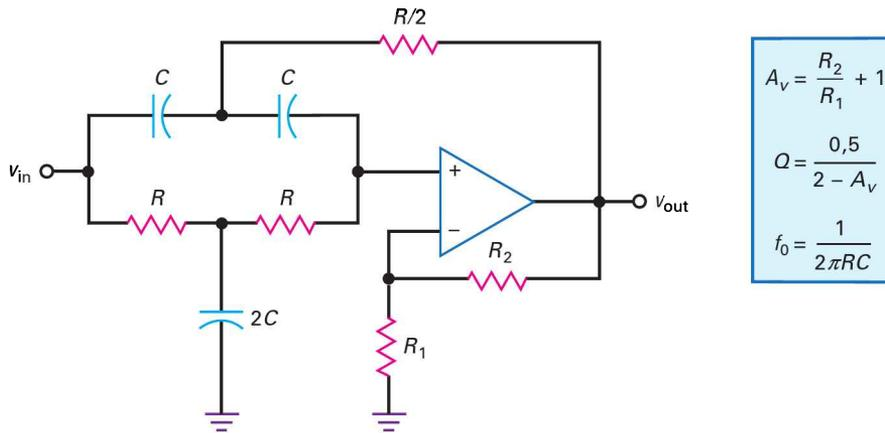

Figure 19.43
La figure 19.43 représente un **filtre Sallen-Key supprimeur du deuxième ordre** et ses relations. Aux basses fréquences, tous les condensateurs sont des circuits ouverts et la totalité du signal atteint l'entrée non inverseuse. Le circuit a un gain en tension dans la bande passante égal à :
Quelles sont les valeurs du gain en tension, de la fréquence centrale, et du coefficient Q pour le filtre coupe-bande représenté par la figure 19.43 si $R = 22 \text{ k}\Omega$; $C = 120 \text{ nF}$; $R_1 = 13 \text{ k}\Omega$; $R_2 = 10 \text{ k}\Omega$?
19.12 Avez-vous compris ? Reprendre la figure 19.43 et modifier R_2 de façon à obtenir une valeur de Q égale à 3. Modifier la valeur de C pour avoir une fréquence centrale de 120 Hz.